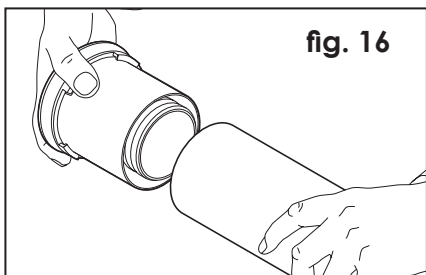
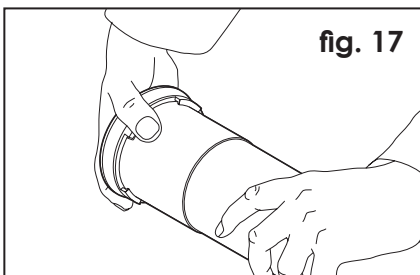
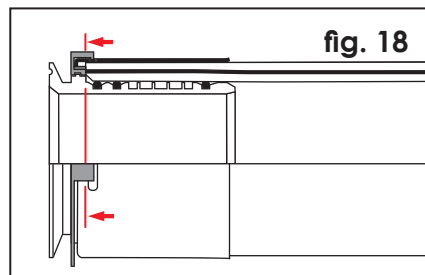

fig. 16
fig. 17
fig. 18
b) Adapter so weit auf das Rohr aufstecken, bis das Rohr komplett eingeschoben ist und im Sichtfenster sichtbar ist (**fig. 16, fig. 17, fig. 18**).